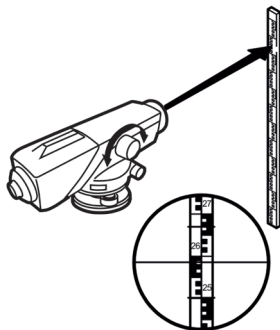

Рис. 4
Вращайте кремальеру (10) вперед или назад, для фокусировки на большее или меньшее расстояние соответственно. С помощью винта горизонтального наведения (8) расположите изображение рейки посередине сетки нитей (рис. 4).